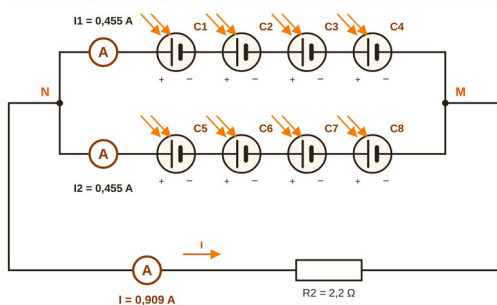

Figure 2 : 2 branches de 4 cellules en parallèle, ampèremètres en série
- **Toute figure** est numérotée, légendée **sous** l'image (« Figure 2 : ... ») et **citée dans le texte** (« voir figure 2 »).
- **Tout tableau** a un titre (« Tableau 1 : ... ») et les unités : « U (V) » ou une colonne « Unité ». **Tout graphique** : titre, axes nommés avec unités.
4. Ajouter une 2e branche identique en parallèle, remplacer  $R1$  par  $R2$  et placer un ampèremètre **en série** dans chaque branche et dans la branche principale (figure 2).